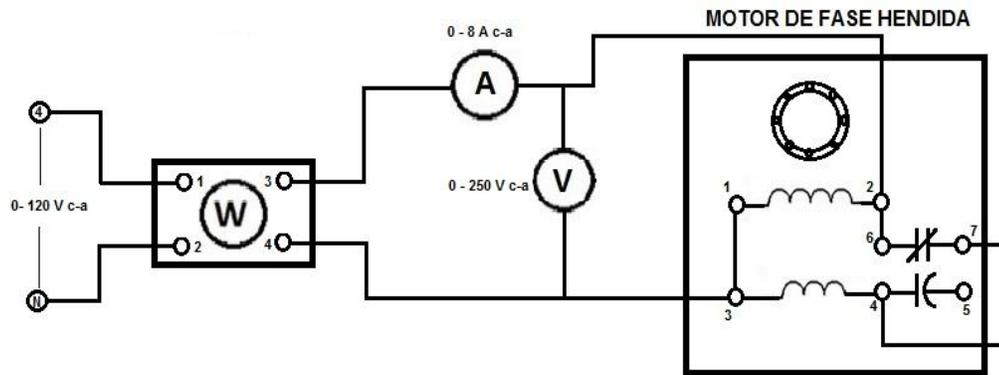

Figura 6.1.
1. Use los **Módulos EMS de motor monofásico de fase hendida/arranque por capacitor, medición de c-a, wattmetro y fuente de energía**, para conectar el circuito que aparece en la Figura 6.1. Use cables cortos para unir las terminales 1 a 3, 2 a 6 y 4 a 7, en el módulo de motor. (Ahora el motor ha quedado conectado para funcionar en fase hendida.)